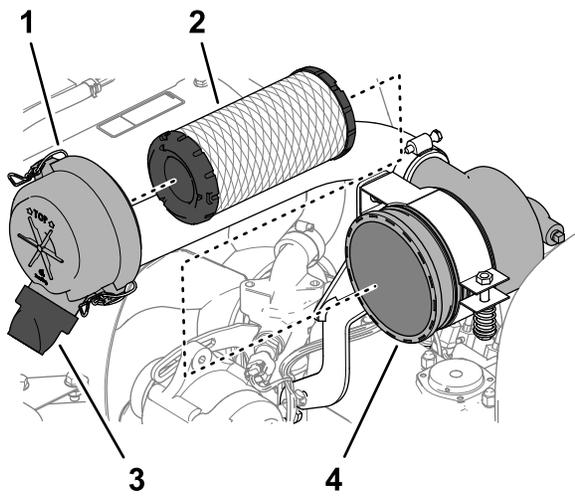

Figure 72
3. Desserrez les fixations qui maintiennent le couvercle sur le boîtier du filtre à air (Figure 72).
6. Retirez l'élément filtrant (Figure 72).
7. Retirez la valve de sortie en caoutchouc (Figure 72) de l'orifice d'éjection des saletés du couvercle du filtre à air.